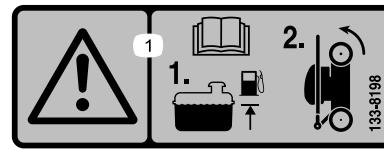

Figura 20
1. Certifique-se de que o nível de combustível no depósito de combustível não é superior ao recomendado pelo fabricante do motor; consulte o autocolante do fabricante do motor colocado no motor (Figura 20).